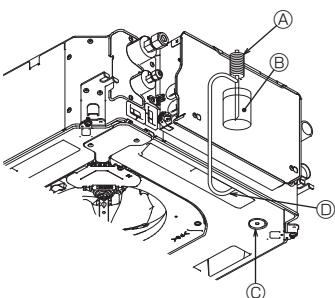

Fig. 6-9
- Dirigez la télécommande vers le récepteur de l'appareil intérieur pendant que vous effectuez les étapes ③ à ⑧.
6.3. Vérification de l'écoulement (Fig. 6-9)